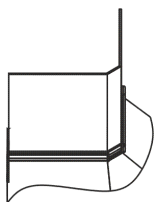

рис. 8
6.4 На верхнее обрамление установите фальштрубу (рис.8).